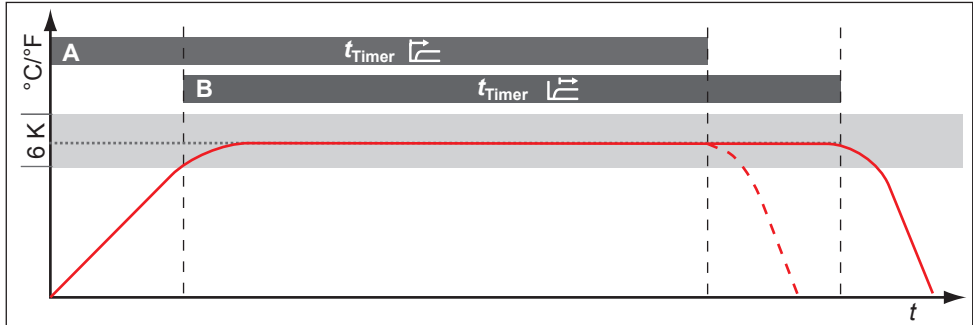

Abb. 35 Timer Mode
Hier kann eingestellt werden, ob die digitale Rückwärtssuhr mit Zielzeitangabe (Timer, siehe Seite 31) sollwertabhängig arbeiten soll oder nicht – das heißt, ob die Timerlaufzeit erst beginnen soll, wenn ein Toleranzband von $\pm 3\text{ K}$ um die Solltemperatur erreicht ist (Abb. 35, B), oder bereits unmittelbar nach dem Aktivieren des Timers (A).